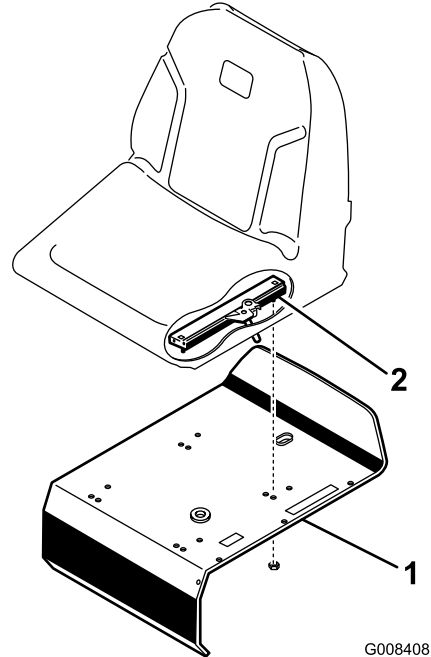

Figura 3
3. Fissate le guide del sedile al relativo supporto con i dadi di bloccaggio (5/16 poll.) (Figura 3) forniti come parti sciolte.